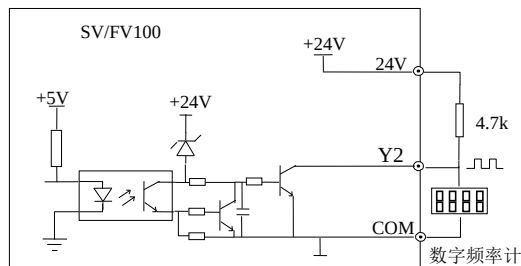

图 4-15 输出端子 Y2 连接方式 1
3. Y2 用作数字脉冲频率输出，可使用变频器内部的 24V 电源，接线方式请参见图 4-15。